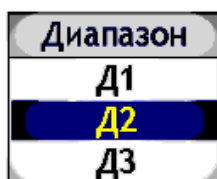

Рисунок 2
7. Выбирать диапазон (Рис.2)
- Включить шумомер, зайти в режим «Экозвук» (или «ЭкоЗвук ЭФБ-110А») (Рис. 3) и выбрать окно «ШумГрафик». Выставить диапазон Д2 (Рис.2). Выждать как минимум 1 минуту, пока устанавливается напряжение поляризации.